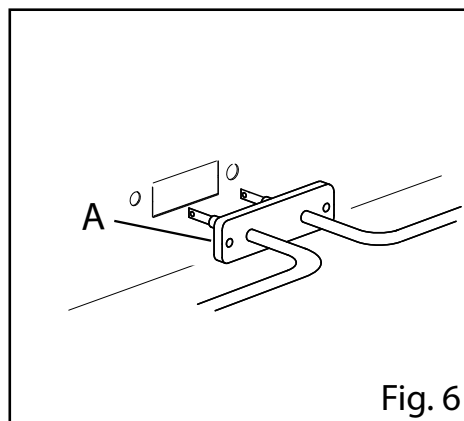

Fig. 6
- Dévisser les vis de fixation (par ex. Fig. 6/A) et déconnecter les branchements électriques